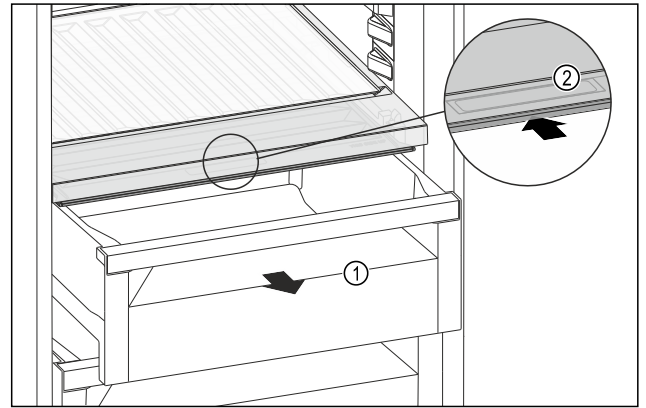

Fig. 123
- ▶ Изтеглете чекмеджето Fig. 123 (1).
- ▶ Хванете вдлъбнатия захват Fig. 123 (2) на капака на отделението и едновременно с това избутайте назад капака на отделението.